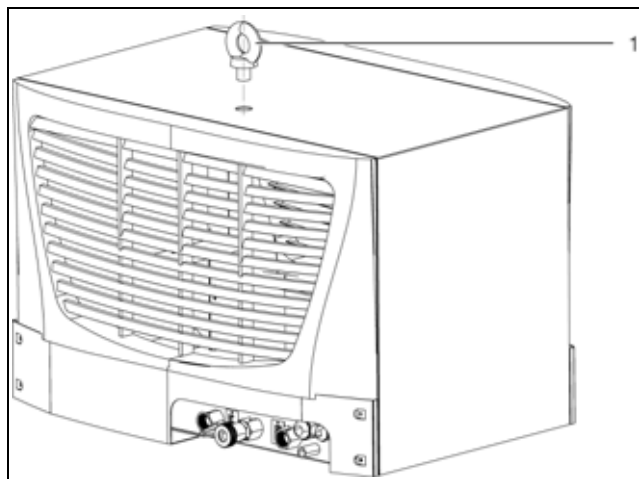

Рис. 17: Рым-болт для транспортировки (отображен 3318.600, пример)
- Транспортируйте чиллер только на поставляемой вместе с ним паллете или с помощью предназначенного для этого рым-болта (рис. 17, поз. 1).